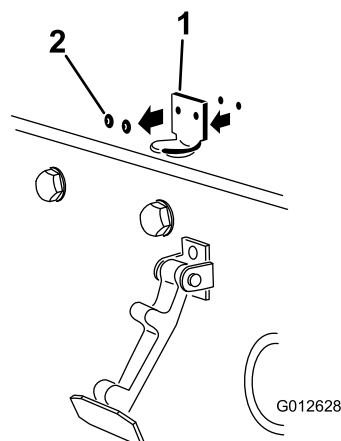

Figura 3
2. Retire os 2 rebites que prendem o suporte do trinco ao capot (Figura 3).